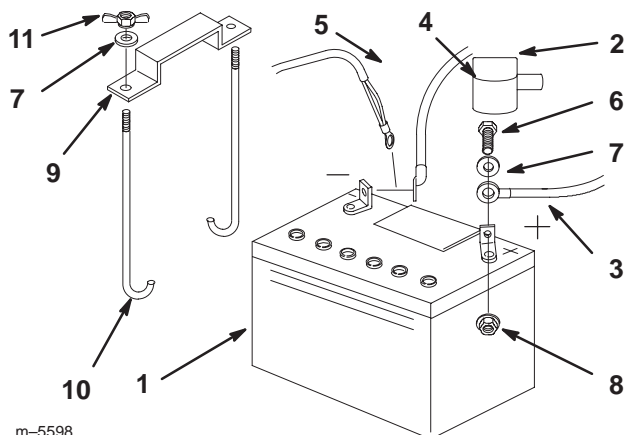

Figure 65
1. Placez la batterie dans son support en tournant les bornes vers le moteur (Fig. 65).
4. Fixez les câbles à l'aide de 2 boulons (1/4 x 3/4 pouce), 2 rondelles (1/4 pouce) et 2 contre-écrous (1/4 pouce) (Fig. 65).
6. Fixez la batterie en position avec des boulons en J, une barrette de maintien et 2 rondelles (1/4 pouce), ainsi que 2 écrous papillon (1/4 pouce) (Fig. 65).
4. Débranchez d'abord le câble négatif et le câble de masse de la borne négative (-) de la batterie (Fig. 65).
5. Ôtez le capuchon rouge de la borne positive (rouge) de la batterie. Retirez ensuite le câble positif (rouge) de la batterie (Fig. 65).
6. Retirez les deux écrous papillons (1/4 pouce) qui fixent la barrette de maintien de la batterie (Fig. 65).